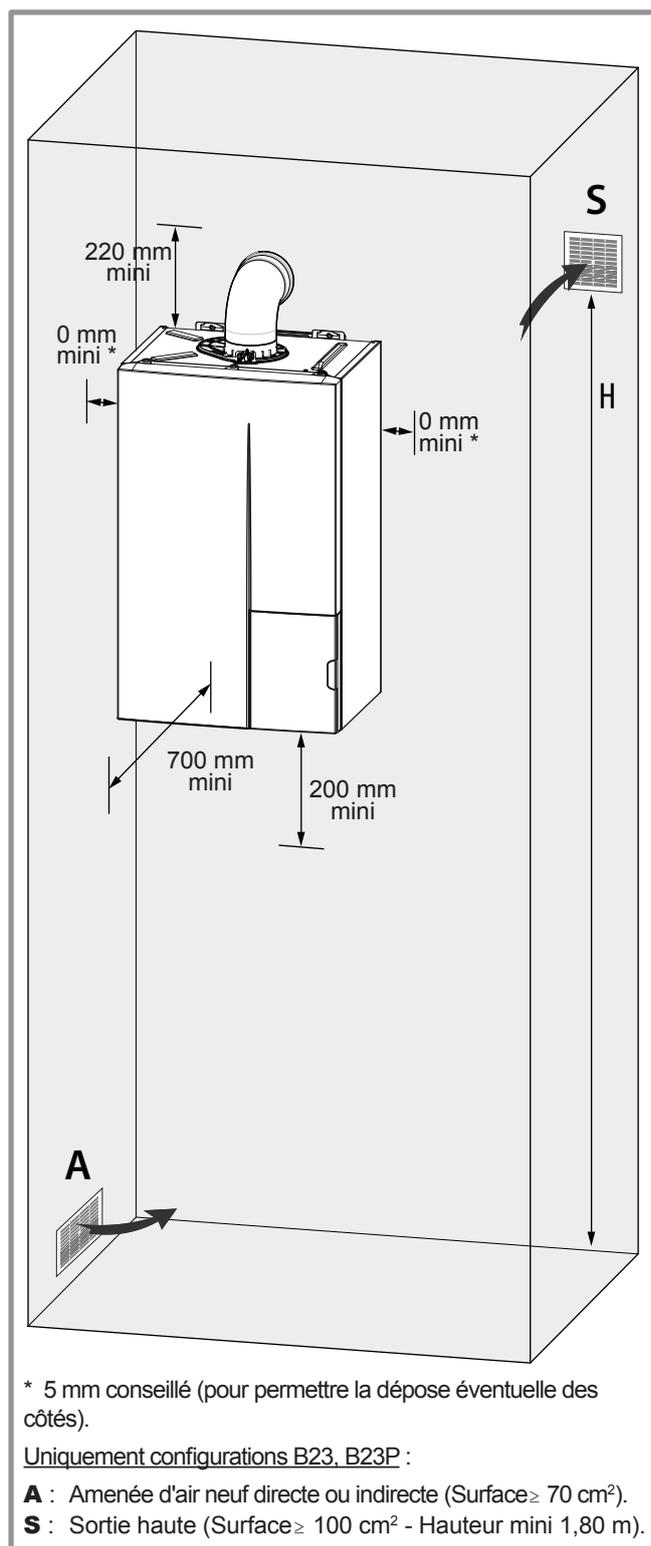

figure 8 - Dégagements minimum d'installation autour de la chaudière
- Pour faciliter les opérations d'entretien et permettre l'accès aux différents organes, il est conseillé de prévoir un espace suffisant tout autour de l'appareil (figure 8).